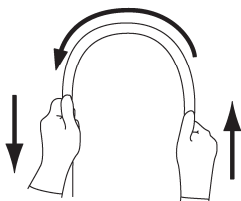

図 2
- ・挿入部：挿入部を両手で持ち、全長にわたって図 2 に示すように順次半円の頂点をずらすように曲げたときに、軟らかさが不連続など、適切な軟らかさを有していない現象。